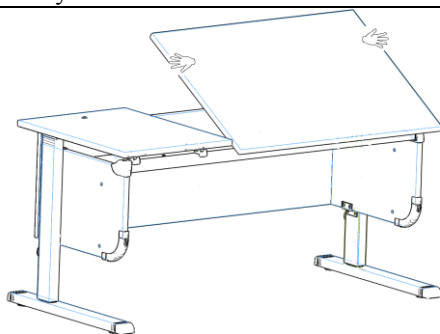

Рис. 30
- приподнять столешницу, держась за дальний левый или правый угол столешницы, на нужный угол наклона, см. рис. 30;